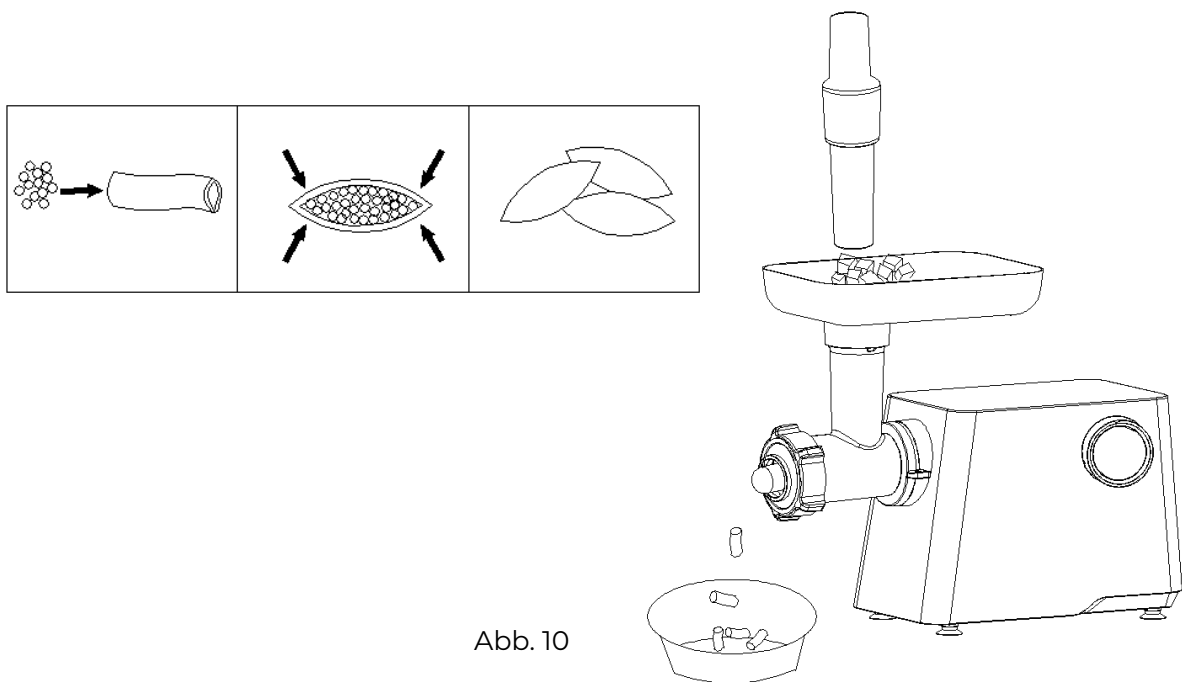

Abb. 10
- Formen Sie den Teig gemäß Abbildung (Abb. 10).